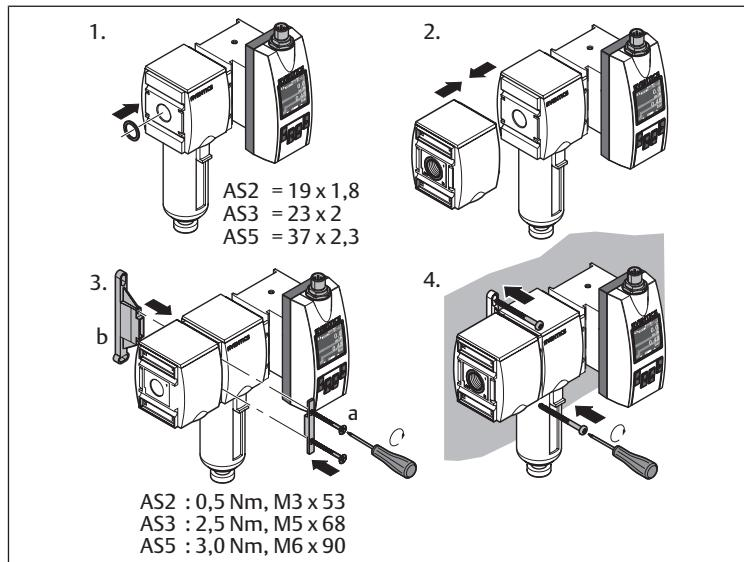

Abb. 4: Montage mit Befestigungsbügel | W03
- Montage mit Befestigungsbügel: siehe → Abb. 4.